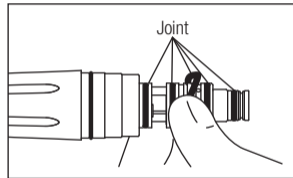

Fig. 15
- 2) Enlevez manuellement chaque joint avec précaution. (Fig. 15)